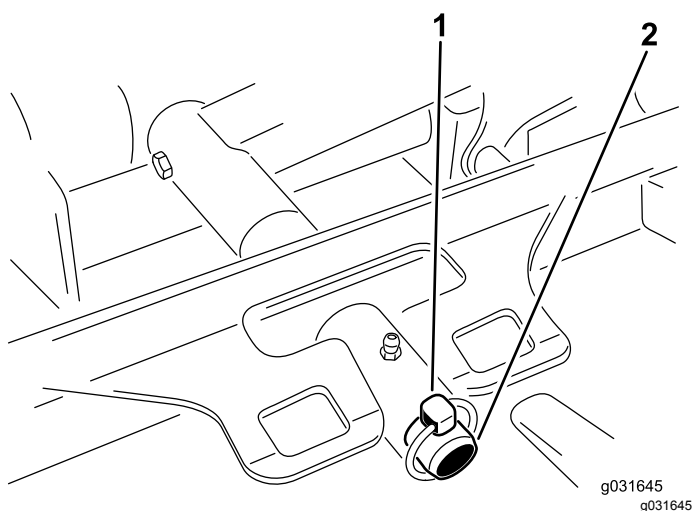

Bild 66
3. Entfernen Sie den Klapstecker oder die Befestigungsmutter, mit der der Mähwerkträgerahmen am Hubarm-Lagerbolzen befestigt ist (Bild 66).
3. Schieben Sie den Mähwerkträgerahmen auf den Lagerbolzen des Hubarms und befestigen ihn mit dem Klapstecker oder der Befestigungsmutter (Bild 66).